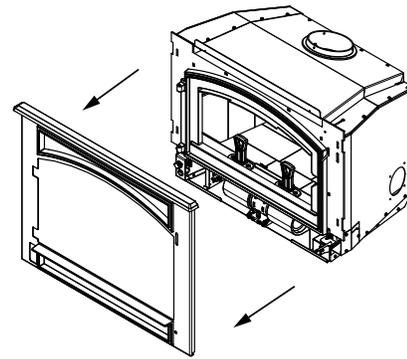

Figure 20.3
3. Retirez l'avant en soulevant puis en le détachant de l'appareil, mettez-le de côté sur une surface de protection (**Figure 20.3**).
2. Soulevez l'ensemble de l'encadrement en avant de l'appareil (**Figure 20.3 à la page 20**).